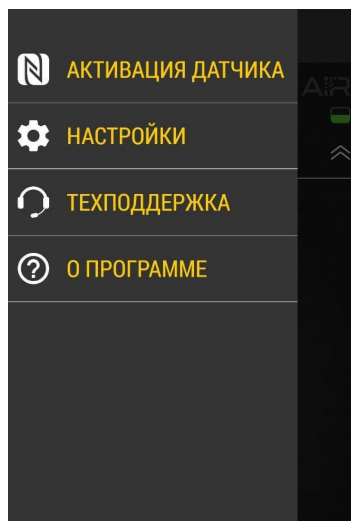

Рис.8. Активация датчика.
- Далее выберите «Активация датчика» **(Рис.8)**.